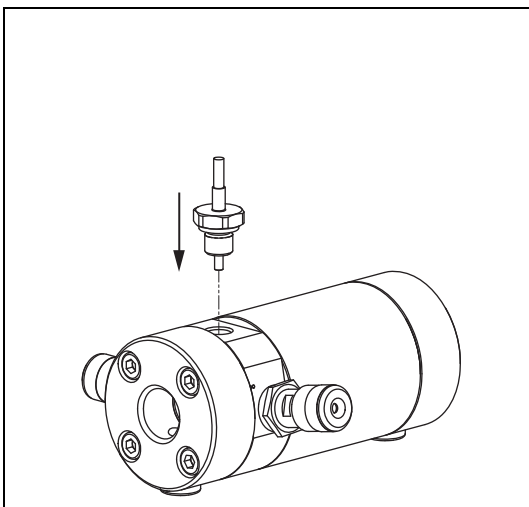
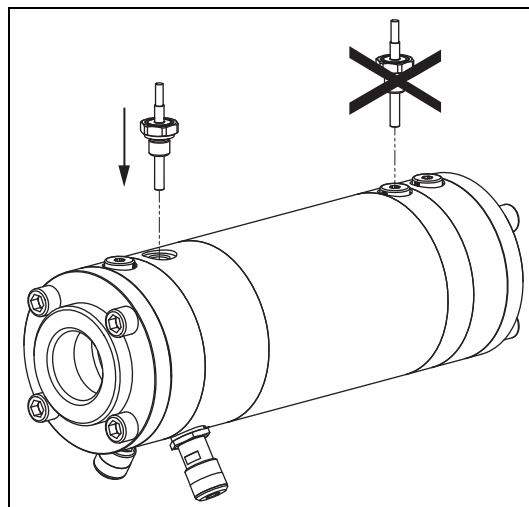

Fig. 7 Emplacement de montage EET
Fig. 8 Emplacement de montage EET
- Sélectionner un emplacement de montage correct, voir Fig. 7, page 15 et voir Fig. 8, page 15.